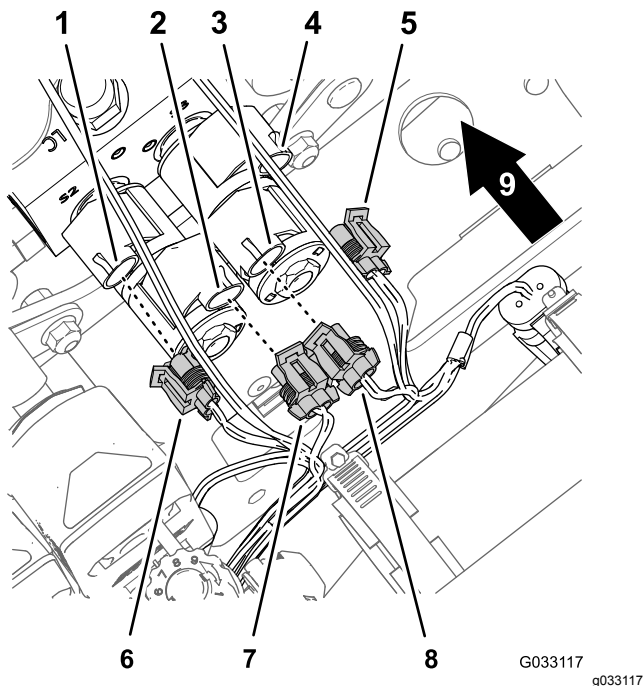

Figura 17
3. Desligue os conectores de 2 tomadas da cablagem para o Kit de acabamento Sonic Boom (Figura 17) dos conectores de 2 pinos dos